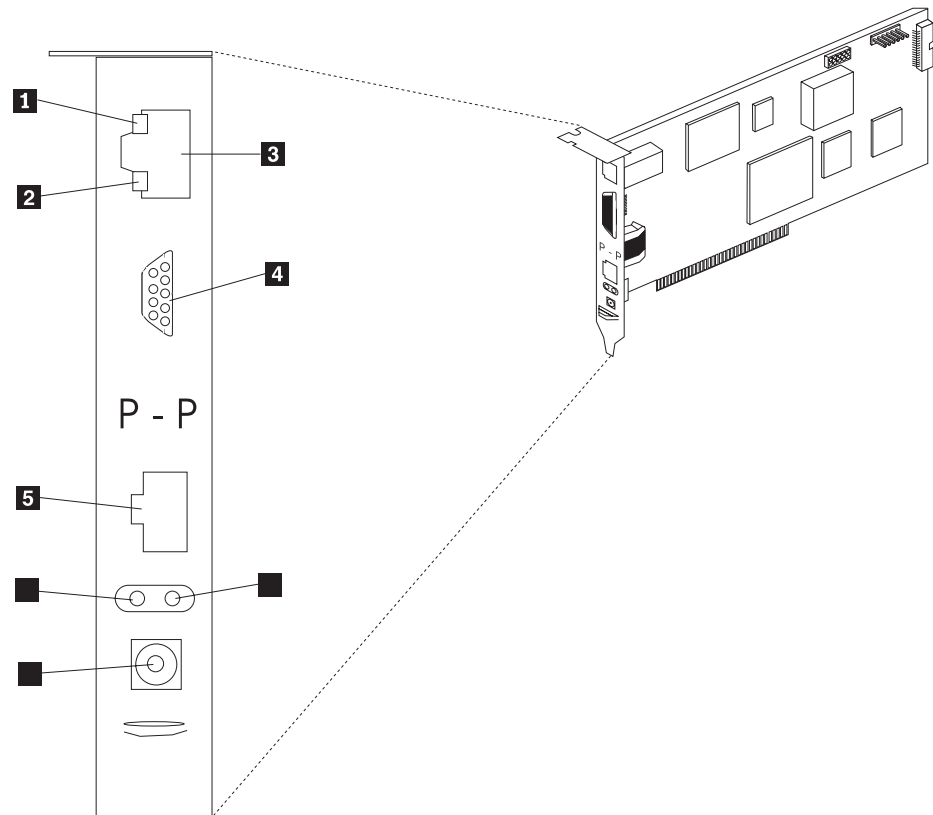

図 108. リモート管理アダプター上のイーサネット LED と外部ポート
2. イーサネット LED をチェックします。LED の位置は、図 108 に示してあります。